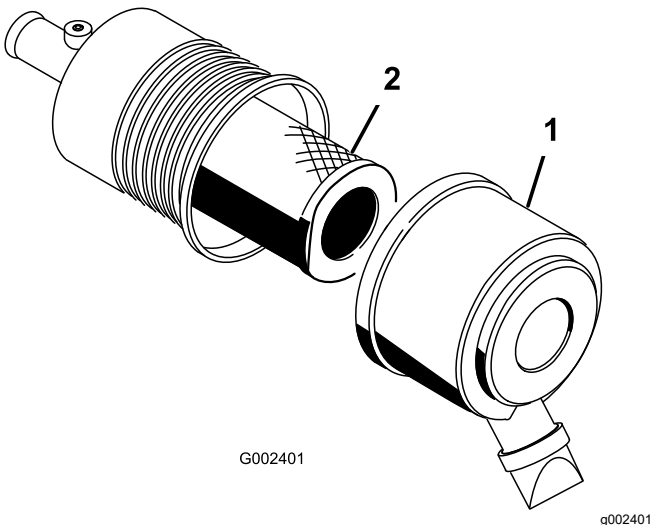

图 33
1. 松开空气滤清器上的搭扣并将空气滤清器盖从其壳体中拉出图 33。
3. 将滤清器轻轻从空气滤清器壳体中滑出图 33。
5. 小心地将滤芯滑到壳体管上方图 33。
6. 安装空气滤清器盖侧面朝上用门锁固定图 33。